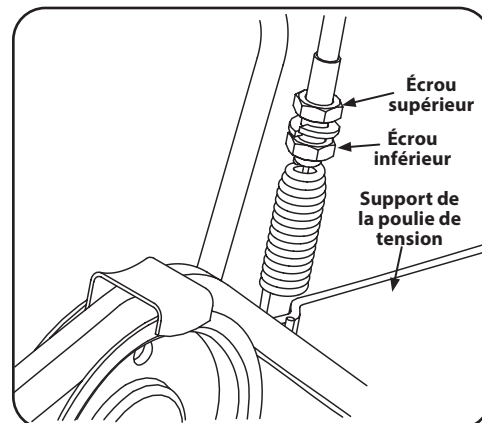

Figure 4-4
2. Repérez le ressort situé à l'extrémité du câble. Voir Figure 4-4.